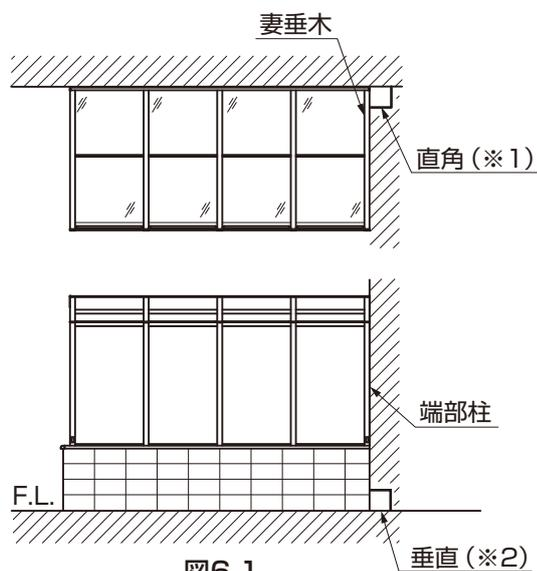
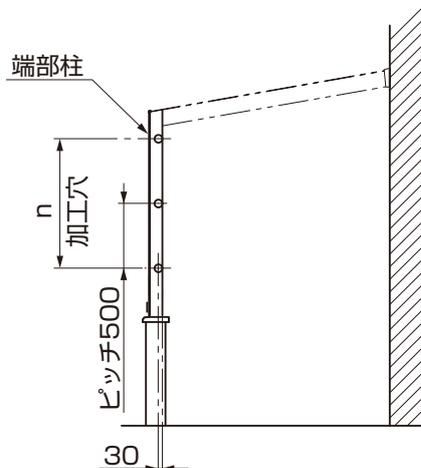

図6-1
図6-2
●躯体外壁の直角度(※1)、垂直度(※2)に狂いが生じている場合は、取付けることができませんので、修正してください。修正時の部材については、現場で手配してください。(図6-1参照)
①入隅側の端部柱に、φ10、φ5の穴をあけてください。(図6-1、図6-2、表6-1参照)